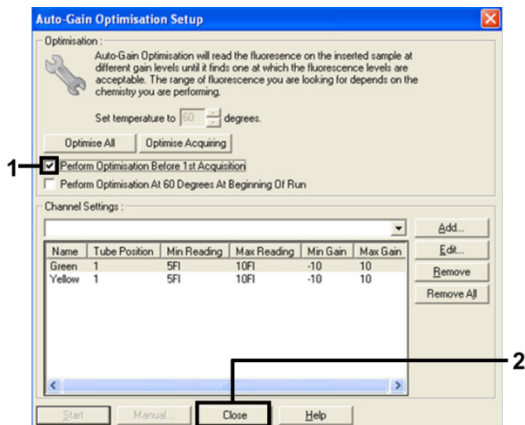

Figure 12. Sélection des canaux vert et jaune.
14. Cocher la case Perform Optimisation before 1st Acquisition (Effectuer l'optimisation avant la 1^{re} acquisition), puis cliquer sur Close (Fermer) pour revenir à l'assistant (figure 12).